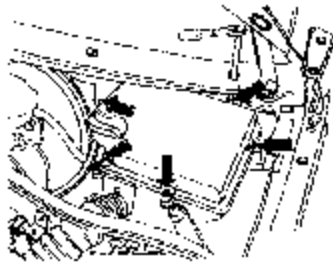

图 2-8 拔掉发动机控制单元的线束插头
- (8) 拆下发动机控制单元 (ECU), 拔掉 ECU 的线束插头, 如图 2-8 所示。